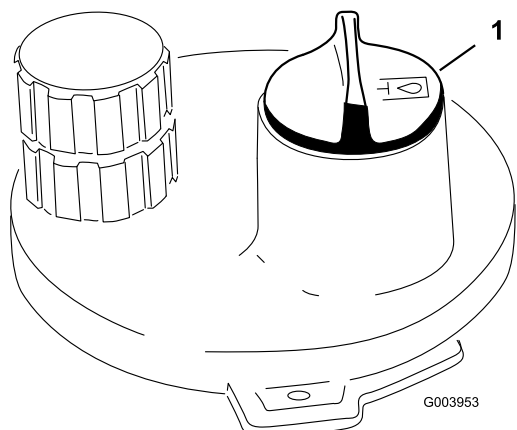

図 36
- 油圧オイル・タンクの注油口周辺をきれいに拭き、キャップ (図 36) を外す。給油口からキャップを取る。